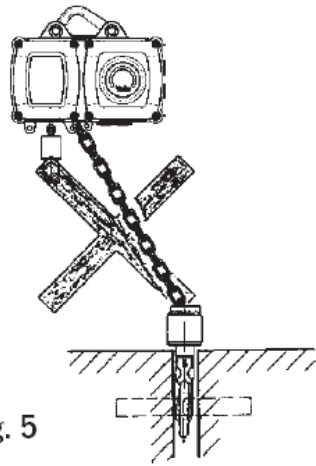

Fig. 5
- Ne jamais tirer en biais, les efforts latéraux sur le carter ou sur la moufle sont interdits (Fig.5).